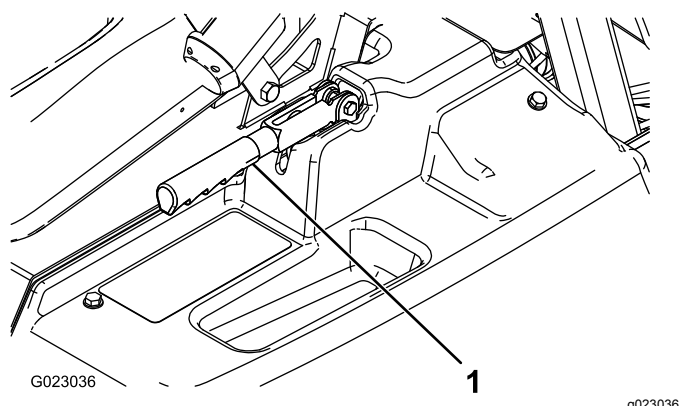

Рисунок 48
2. Ослабьте установочный винт, который крепит ручку к рычагу стояночного тормоза (Рисунок 48).